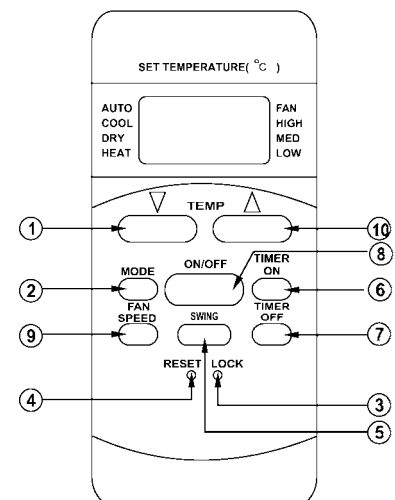

Fig. 1
• Bij gebruik van de stofzuiger moet de kant waar de lucht binnenkomt omhoog zijn gericht (zie Fig. 1).